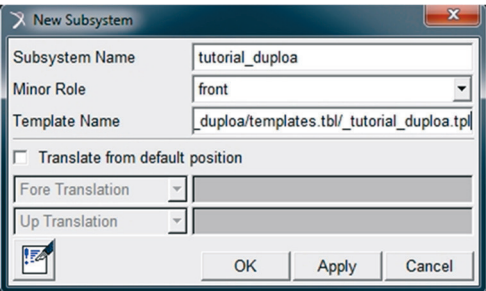

Figura 5.162 – Preenchimento da caixa de diálogo para criação de um *Subsystem*.
- Preencha os campos da janela *New Subsystem*, conforme ilustrado na Figura 5.162. Note que, como o projeto é de uma suspensão dianteira o campo *Minor Role*, deve estar selecionado com a opção *front*. O nome de *Subsystem* pode ser o mesmo já designado no *Template*.